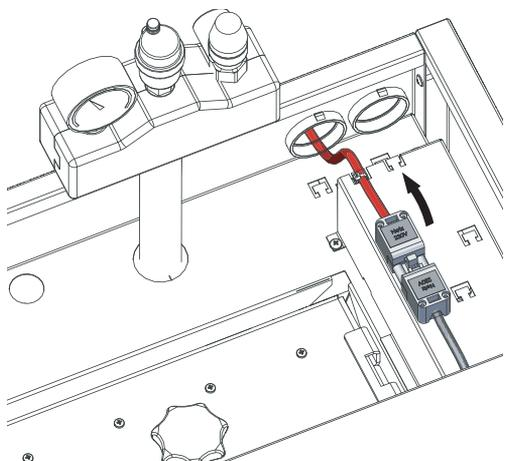

Fig. 59 Staccare la spina di rete dell'apparecchio
- ▶ Togliere sempre tensione alla caldaia, prima di aprire il coperchio di revisione. Staccare la spina di rete dell'apparecchio – Fig. 59.
- ▶ Staccare la spina di rete dell'apparecchio – Fig. 59.